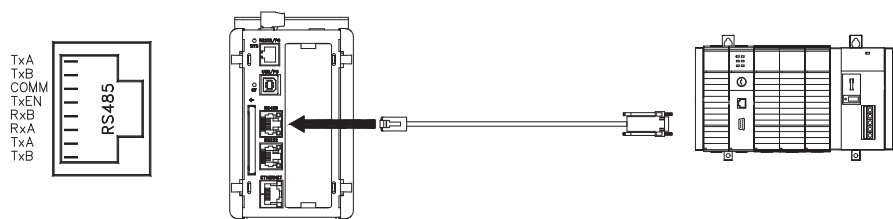

**ABB. 4: Kabelanschlusspunkte am EasyKey und am Modul**
2. Den EasyKey-Anschluss und den Anschluss am Gateway-Modul mit einem zweiadrigen Twisted-Pair-Kabel mit Abschirmung verbinden. Das Gateway-Modul und die SPS mit einem (protokollabhängigen) Kommunikationskabel verbinden. Siehe ABB. 4.